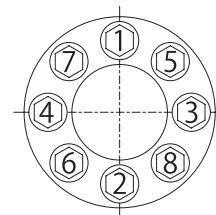

图2 夹紧螺栓拧紧顺序
3. 按照图2的顺序，使用扭力扳手有序的根据最终扭力进行多轮对角紧固。
请参照图纸记录Ms值后拧紧，最终紧固扭矩请按照Ms数值分次以对角顺序进行拧紧。(参考图2)